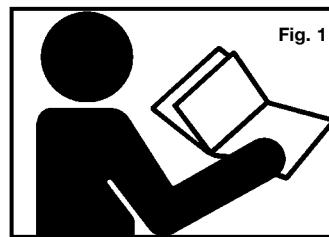

Fig. 1
- **Lea y comprenda las etiquetas de la herramienta y el manual.** La falta de cumplimiento de las advertencias puede provocar la **MUERTE o LESIONES GRAVES**. (Fig. 1)